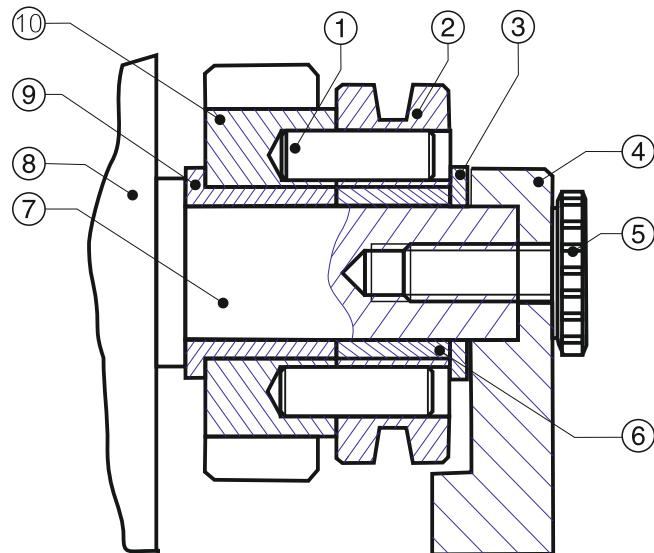

рис.3.4
Устройство привода ведущих роликов механизма подачи сварочной проволоки представлено на рис.3.4.
- отвернуть винт крепления защитного кожуха поз.5 рис.3.4,